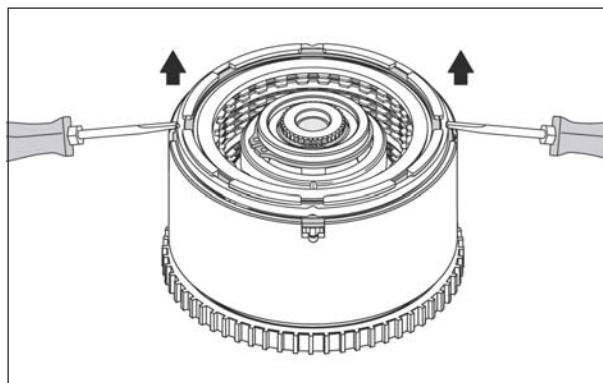

Figura 192
43. Force ligeiramente a placa de reação da embreagem de Ré para cima a fim de assentar o anel trava em sua ranhura e liberar a embreagem de Ré, conforme mostra a figura 192.